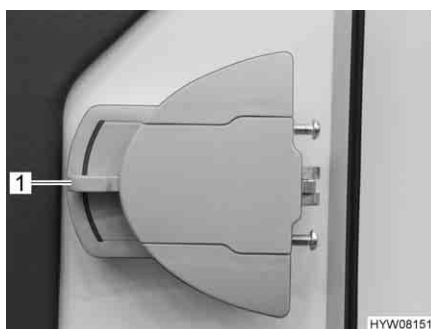

Fig. 36 Serratura della porta, lato interno
- Premere la maniglia della porta (Fig. 36,1) verso il basso.
- Ruotare la maniglia della porta (Fig. 36,1) per circa 45° verso l'alto e lasciarla in questa posizione.